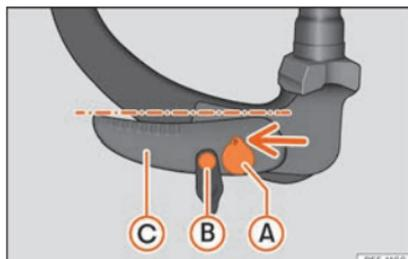

Fig. 171 Posição de reserva: verificação da posição
- A chave »» Fig. 171 (A) encontra-se na posição desbloqueada [o orifício da chave está acima].
- Pode mover-se o pino de desbloqueio »» Fig. 171 (B).
- A alavanca »» Fig. 171 (C) encontra-se na posição inferior.